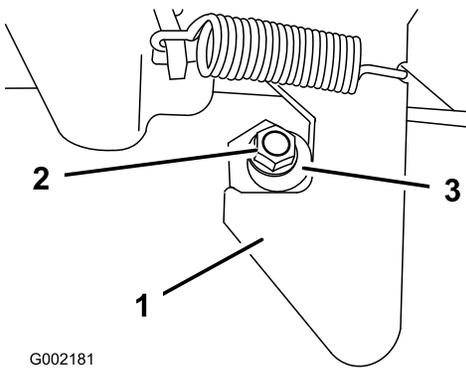

Figura 11
1. Allentate il dado sull'estremità della colonnetta di ancoraggio (Figura 11).
2. Girate la colonna di ancoraggio in senso orario finché non si trova saldamente contro il dispositivo di chiusura, quindi serrate il dado (Figura 11).